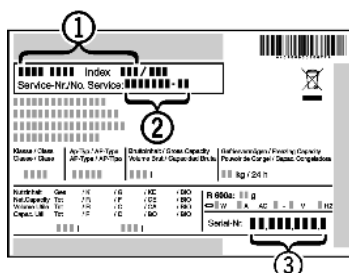

Fig. 3
- ▶ Označení přístroje Fig. 3 (1), servisní číslo Fig. 3 (2) a sériové číslo Fig. 3 (3) naleznete na typovém štítku. Identifikační typový štítek je umístěn na levé vnitřní stěně přístroje.
- ▶ Informujte zákaznický servis a sdělte poruchu, označení přístroje Fig. 3 (1), servisní číslo Fig. 3 (2) a sériové číslo Fig. 3 (3).